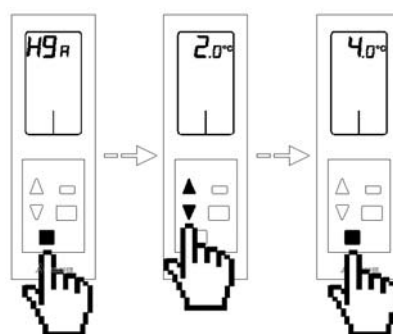

Fig. 99
- **Histereses de ativação dos modos de calor combinado HgA:** Esta opção permite definir a diferença de temperatura entre a pretendida e a ambiente, sendo necessário fixá-la para que em calor combinado  não se utilize as duas etapas mas só uma. Por defeito, a diferença fixada é 2°. Se deseja modificar esta diferença, toque no botão de confirmação , o valor do menu ficará a piscar, indicando que está dentro do menu. O sistema permite modificar os valores entre 10° a 0° em frações de 1°. Se seleccionar 0° significa que, sempre que tenha o modo de calor combinado, utilizará alternadamente o calor por ar e o calor radiante. Selecione a opção desejada com as setas   e toque no botão de confirmação . Se deseja sair do menú, toque no botão sair  para voltar ao menu anterior. (Fig. 99)